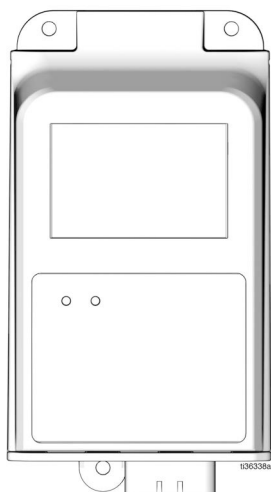

FIG. 4 Agujeros pretaladrados
2. Alinee la caja de conexiones con los orificios pretaladrados (FIG. 4). Utilice tres tornillos (no se incluyen) para fijar la caja de conexiones a la superficie de montaje.